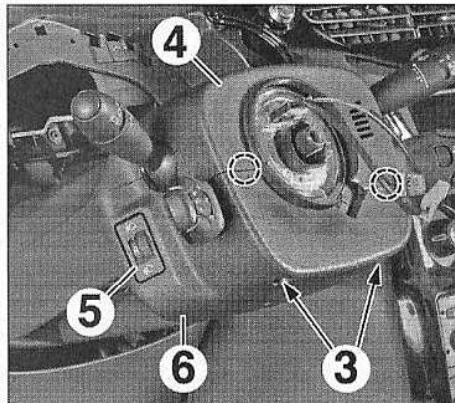

FIG.10
- les vis (3) (Fig.10).
- Dégrafer et déposer la demi-coquille supérieure (4).
- Dégrafer la commande de réglage de la portée des projecteurs (5) puis débrancher son connecteur.
- Dégrafer et déposer la demi-coquille inférieure (6).